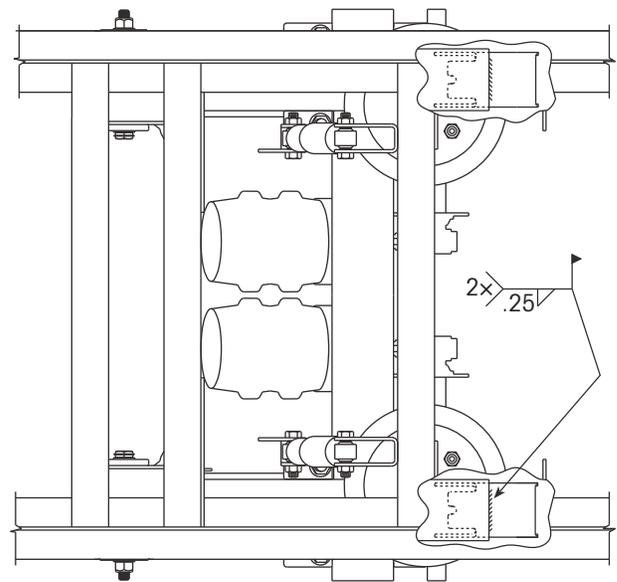

Figura 88. Sostenga temporalmente la extensión de la viga en su lugar
6. Usando una abrazadera tipo C u otro dispositivo apropiado, sujete temporalmente las extensiones de la viga a las vigas de la suspensión trasera (figura 88).